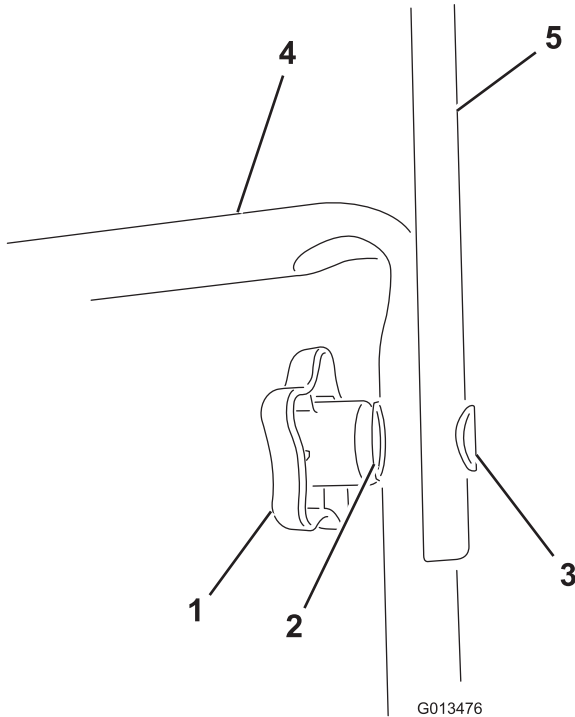

Figure 1
2. Montez la partie supérieure du guidon sur la partie inférieure au moyen des boutons du guidon, des rondelles bombées et des boulons ovales, comme illustré à la Figure 1.